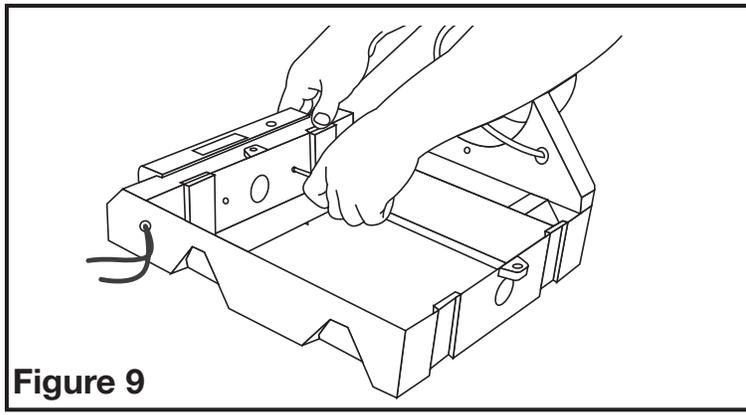

Figure 9
3. Retirez le console supérieure d'humidistat numérique en retirant les 2 vis qui la maintiennent en place. FAITES ATTENTION DE NE PAS ENDOMMAGER LE CAPTEUR DE L'HUMIDISTAT À L'EXTRÉMITÉ. DU FIL QUI SORT À L'ARRIÈRE DE LA CONSOLE SUPÉRIEURE D'HUMIDISTAT NUMÉRIQUE (Figure 9).